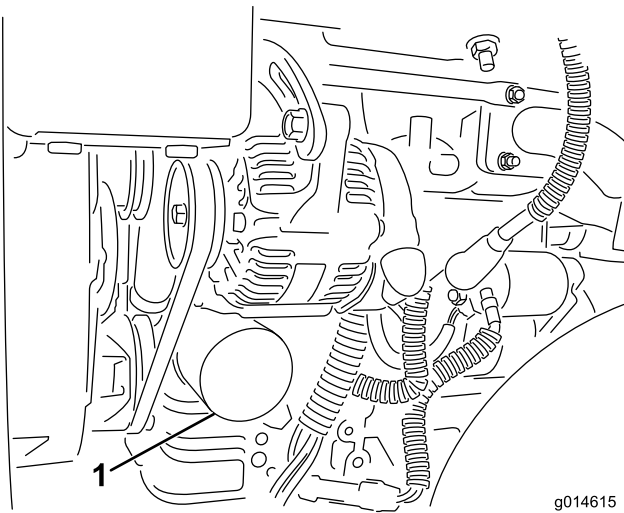

Figura 44
2. Retire el filtro de aceite (Figura 44). Aplique una capa ligera de aceite limpio a la junta del filtro nuevo.